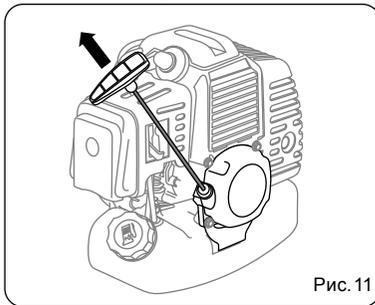

Рис. 11
- Придерживая триммер, потяните за ручку стартера до его «зацепления». Резко потяните за рукоятку стартера. Повторяйте эти действия до запуска двигателя (Рис. 11).